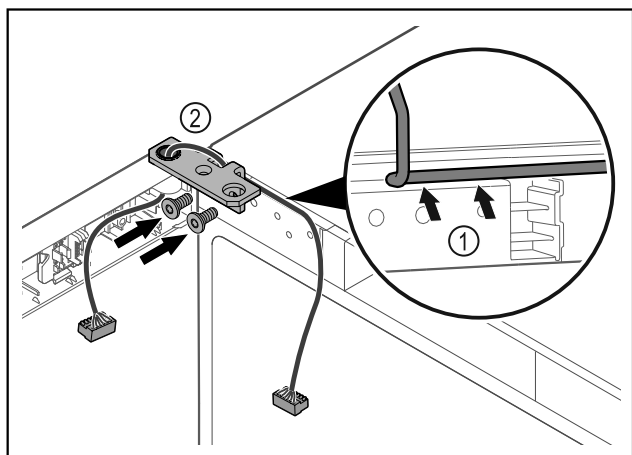

Fig. 43
- Kabel door de uitsparing van de scharnierhoek leiden en voorzichtig monteren Fig. 43 (1).
- Scharnierhoek Fig. 43 (2) vastschroeven.